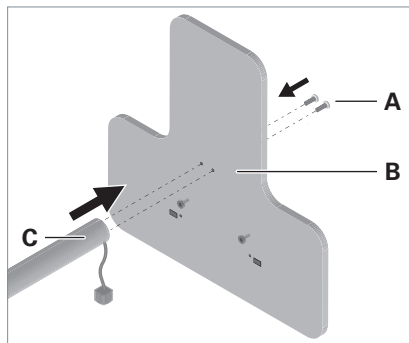

Fig. 1: Montare il tubo verticale.
- Fissare il tubo di sostegno **C** mediante le due viti **A** al piede dell'apparecchio **B**, vedi Fig. 1.